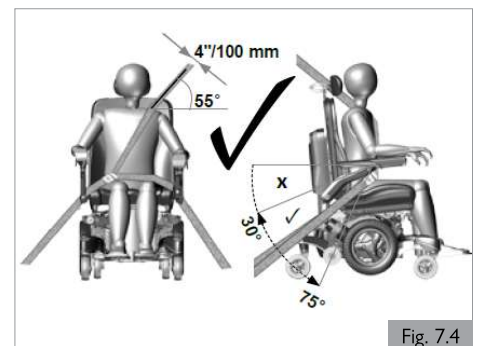
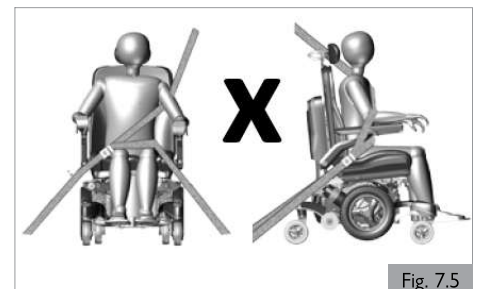

Fig. 7.4
Fig. 7.5
- Le dispositif de retenue doit être fixé au pilier approprié du véhicule et les composants du fauteuil roulant (comme les accoudoirs ou les roues) ne doivent pas entraver le contact entre la sangle et le corps de l'utilisateur (Fig. 7.5).
- Un plus grand angle au sein de la zone de préférence est recommandé c'est-à-dire plus proche de 75°, mais sans jamais dépasser cette limite (Fig. 7.4).
- i. La ceinture thoracique doit passer par-dessus l'épaule et en travers de la poitrine, comme illustré (Fig. 7.4). Les ceintures de retenue doivent être serrées le plus possible, tout en respectant le confort de l'utilisateur. Ne passez pas la ceinture comme illustré à la Fig. 7.5.